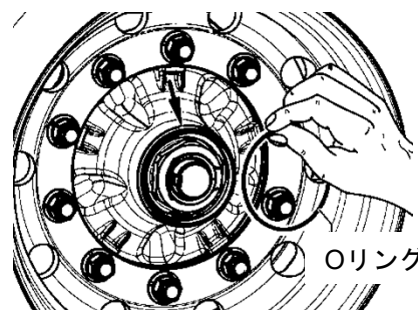

図4
- ④ ラジアルリップシールにスラストワッシャを組付ける。図4
⑧ ロックリングで固定する。 図4
ハブキャップのOリング(インナー側スラストワッシャ用のOリングとは異なる)をハブの溝に装着する。 図4